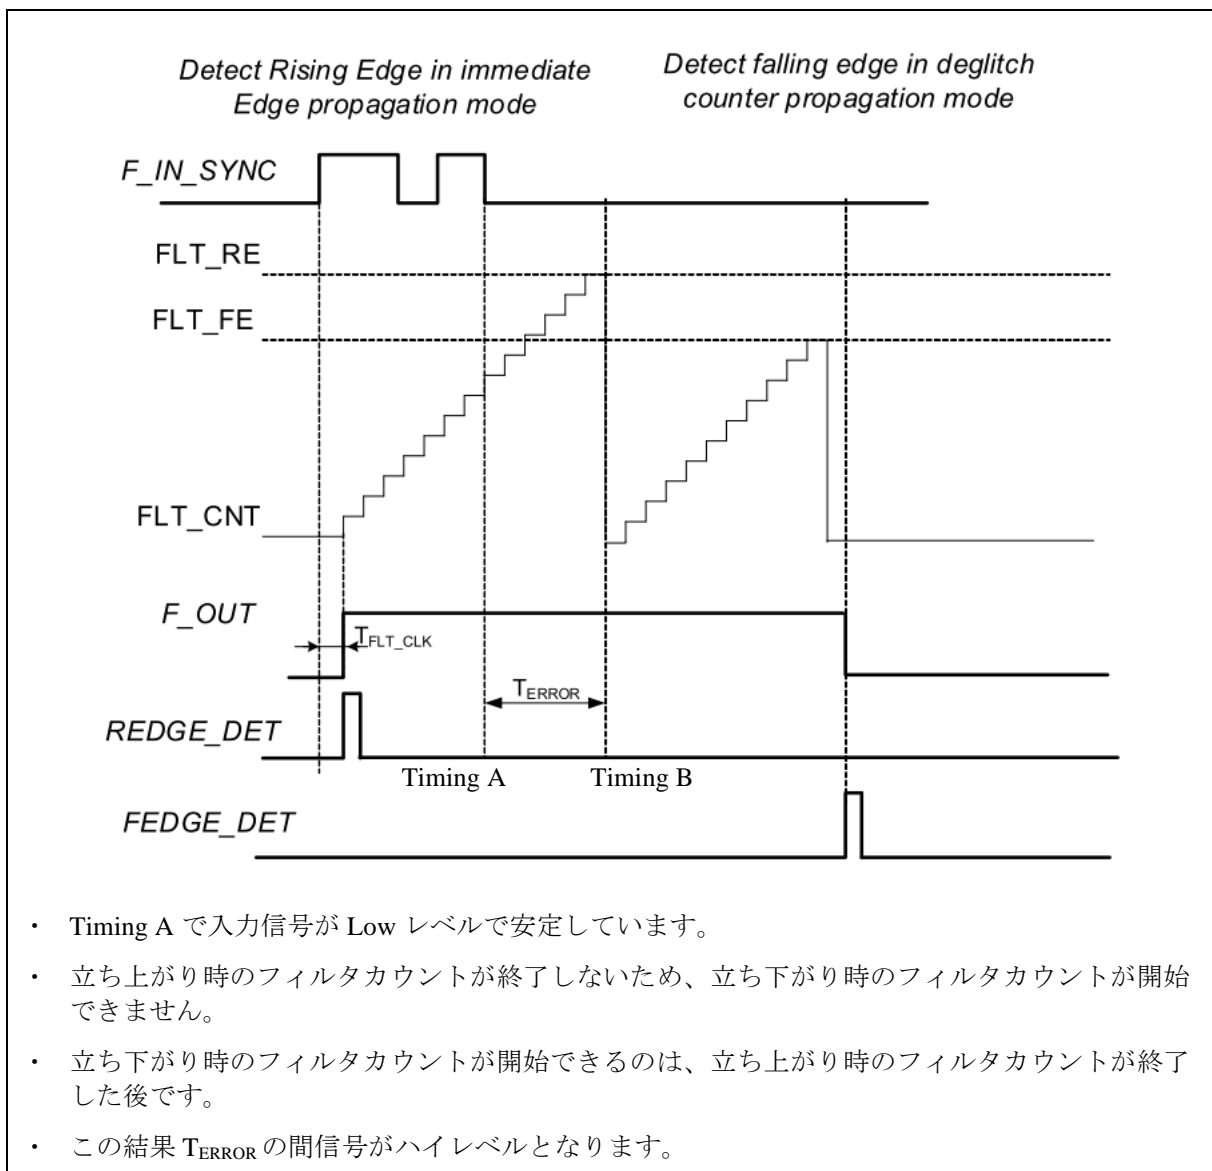

図 5-21 フィルタカウンタ値が不適切な場合
- (1) フィルタの出力信号は、フィルタ機能に供給されているクロックの1クロック分遅延して出力されます。
- (2) フィルタ機能は、立ち上がり時のみ、または立ち下がり時のみの設定は不可です。フィルタ機能を有効にした場合、両エッジに対するフィルタモードやフィルタカウンタ値の設定を行ってください。
- (3) フィルタカウンタ値の設定は適切に行ってください。フィルタへの入力信号周波数に対して過剰な値を設定した場合、次の図のようにフィルタ出力される信号が意図しない状態となります。(例えば、図 5-21 のように  $T_{ERROR}$  の期間信号が延長されます)。